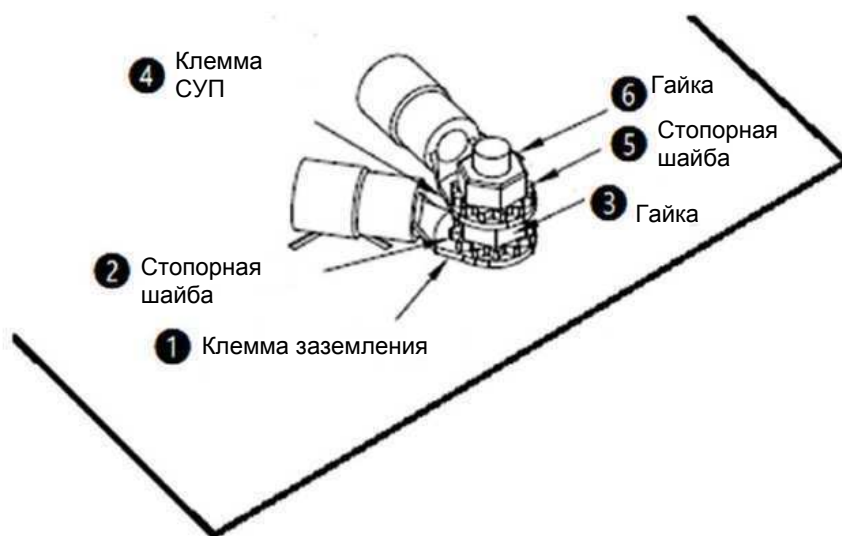

Рис. 6-8. Клемма заземления (\oplus) БРП. Способ подключения клеммы заземления и клеммы СУП
Подробную информацию о подключении к клемме заземления ИБП (\oplus) см. в **руководстве пользователя** ИБП. ИБП заземляется так же, как и БРП. Для справки также можно посмотреть **рис. 6-8**.
| 4 |  | Одна клемма заземления. | <ol style="list-style-type: none"> Для заземления БРП: подключается к заземлению основного источника переменного тока и к заземлению байпасного источника*2. Для системы уравнивания потенциалов: подключается к заземлению нагрузки. При выполнении заземления см. нижеприведенные шаги и рис. 6-8. |
Для заземления БРП при подключении к его клемме заземления (\oplus) выполните следующие действия и шаги с **1** по **6***1, показанные на *рис. 6-8*.
*1 Детали **1**–**6**, изображенные на *рис. 6-8*, не входят в комплект поставки БРП.